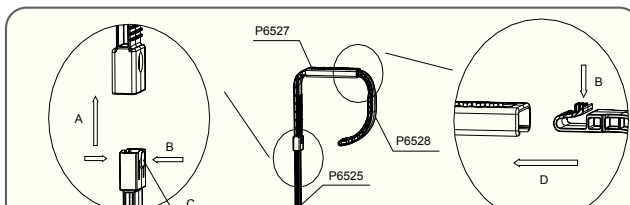

Fig. 4 / Abb. 4 / Kuva. 4 / EIK. 4 / Pnc. 4 / Rys. 4 / 4. Ábra
2. Monte o gancho; passe a haste ajustável (P6525) pelo fecho ajustável no gancho (P6527). Pode ajustar a abertura do gancho pressionando e deslizando o braço (P6528) ao mesmo tempo. (Veja Fig. 4)
2. Monte el gancho. Ponga el palo ajustable (P6525) a través de la sujeción ajustable en el gancho (P6527). Puede ajustar la apertura del gancho apretando y deslizando el brazo (P6528) al mismo tiempo. (Veja Fig. 4)
2. Zusammenbau des Hakens: Stecken Sie die verstellbare Stange (P6525) durch den verstellbaren Verschluss am Haken (P6527). Sie können die Öffnung des Hakens durch gleichzeitiges Drücken und Schieben des Arms (P6528) einstellen. (Siehe Abb. 4)
2. Assembleer de haak: zweek de verstellbare slang (P6525) door de regelbare bevestiging op de haak (P6527). De opening van de haak kan geregeerd worden door tegelijk te drukken op de arm en hem te verschuiven (P6528). (Zie Fig. 4)
2. Montare il gancio: far passare l'asta regolabile (P6525) attraverso il fermo sul gancio (P6527). È possibile regolare l'apertura del gancio premendo e facendo scorrere il braccio (P6528) allo stesso tempo. (Vedere Fig. 4)
2. Montez le crochet: Mettez le manche réglable (P6525) à l'aide de l'attache réglable sur le crochet (P6527). Vous pouvez régler l'ouverture du crochet en appuyant et en faisant glisser le bras (P6528) en même temps. (Voir Fig. 4)
2. Соберите кронштейн: вставьте регулируемый шест (P6525) в регулируемое крепление кронштейна (P6527). Раскрытие кронштейна можно изменить одновременным нажатием и сдвигом рычага (P6528). (См. Рис. 4)
2. Zamontuj hak: przeloż regulowany słupek (P6525) przez regulowany element złączny znajdujący się na haku (P6527). Możesz regulować otwór na haku jednocześnie naciskając i przesuując uchwyty (P6528). (Patrz Rys. 4)
2. Montera haken: för dit justerbara skaflet (P6525) genom det justerbara fästet på haken (P6527). Du kan justera hakens öppning genom att på samma gång trycka samman och dra åt armen (P6528). (Se Fig. 4)